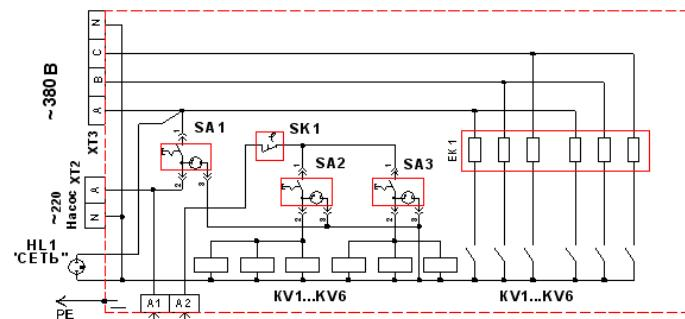

Рис. 5 ЭВПМ-12\*,15,-18,-24 (6 реле, 6 нагревателей)- Схема электрическая принципиальная.
7.5. В целях улучшения условий циркуляции теплоносителя систему отопления рекомендуется комплектовать циркуляционным насосом (рис. 5). Параметры циркуляционного насоса (таблица 1) подбираются таким образом, чтобы в течение часа через него прогонялся троекратный полный объем теплоносителя системы. Производительность конкретной модели насоса определяется по напорно-расходной характеристике второй скорости вращения насоса, при напоре, равном гидравлическому сопротивлению системы. Как правило, вследствие небольшой